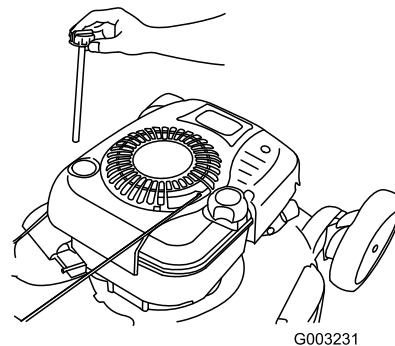

Figura 35
- Togliete l'asta di livello (Figura 35).